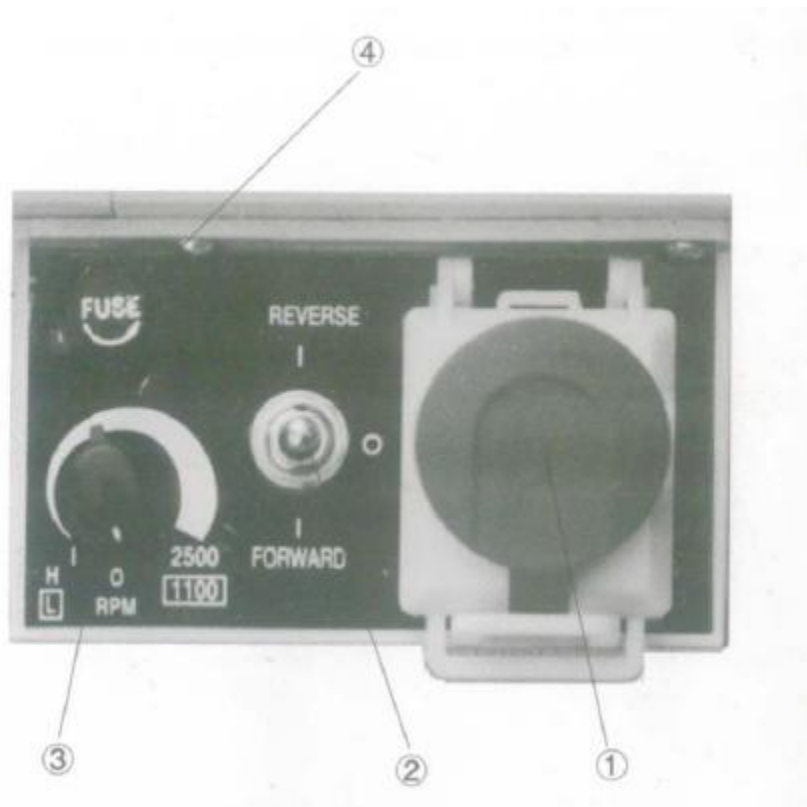

Рис.4 Переключатели для управления
5. Для начала отключите выключатель ①. Отрегулируйте переключатель ③, установив его в положение «0» и установите переключатель ② в положение СТОП. Если необходимо запустить токарный станок, поверните переключатель ① в направлении, указанном на переключателе до нормального положения и установите переключатель ② в положение ВПЕРЕД или НАЗАД.
- Шпиндель будет вращаться сразу после поворота переключателя ③. Скорость можно регулировать с помощью поворота переключателя ③. Если необходимо остановить токарный станок установите переключатель ③ в положение «0». Если необходимо поменять направление шпинделя токарного станка, установите переключатель ③ в положение «0». Если необходима аварийная остановка токарного станка, немедленно установите на место переключатель ①. Если необходимо снова запустить токарный станок, выполните вышеуказанные действия еще раз. (СМ. Рис.4)